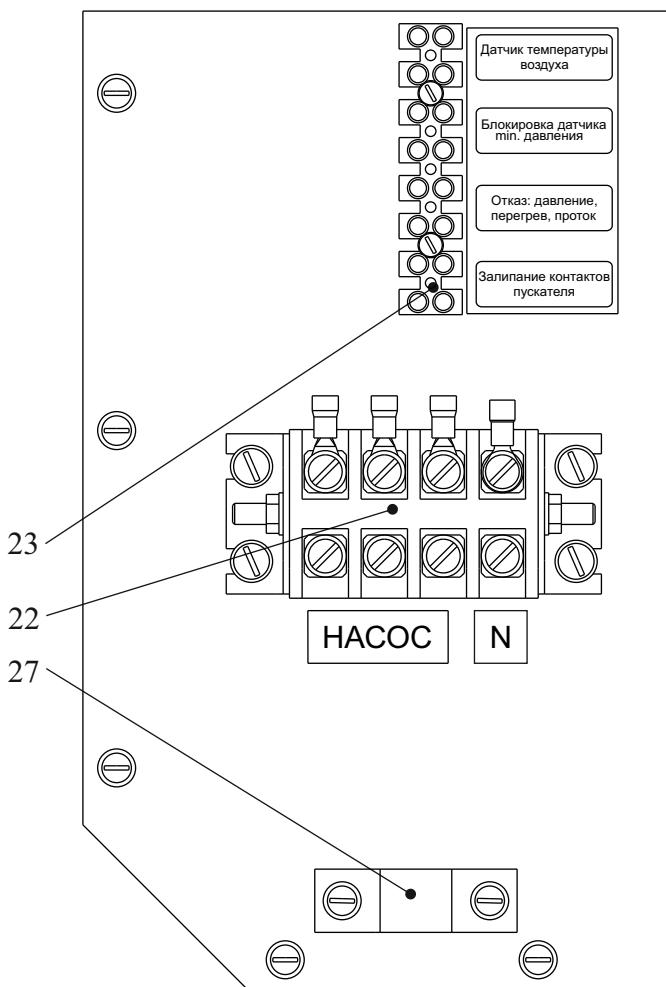

Рис.3 Панель подключения внешних устройств
4.1.5 Панель подключения внешних устройств включает в себя два клеммника. Четырехконтактный клеммник (22 рис.3) для подключения по питанию внешнего трехфазного циркуляционного насоса и ввода в прибор рабочего нуля (цепи управления 220В). Восьмиконтактный клеммник (23 рис.3) для подключения внешних устройств. Кабель насоса закрепляется с помощью скобы (27). Места подключения обозначены с помощью аппликаций.
7.2.6 При подключенном через клеммник "Датчик температуры воздуха" (Рис.3) внешнем датчике температуры воздуха прибор переходит в режим управления по температуре воздуха в помещении, где установлен датчик. Ручка терморегулятора **ТЕМПЕРАТУРА** должна находиться в крайнем правом положении.
При работе прибора в открытой системе отопления на клеммной колодке (23 рис.3) должна быть установлена перемычка на клеммах “Блокировка датчика т_и. давления”.
4.2.2 Для организации дистанционной индикации отказов прибора на клеммную колодку (23, Рис. 3) выведены сигналы “Отказ: давление, перегрев, проток” и “Залипание контактов пускателя” от соответствующих реле на плате управления. Контакты реле предназначены для работы в цепях переменного и постоянного тока в диапазоне напряжений 0-250В. Допустимый ток коммутации 5А. При аварийной ситуации контакты реле замыкаются.